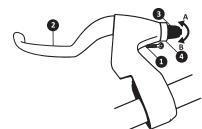
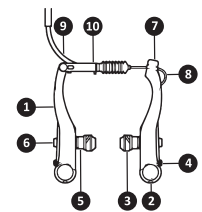

Рис. 13.1: Тормозная ручка тормозов V-типа и ее регулировки
Рис. 13.2: Тормоза V-типа и их регулировки
Тормозная ручка (рис. 13.1, поз. 2) механических тормозов (ободных или дисковых) имеет две регулировки — винт изменения расстояния до рычага тормозной ручки и механизм регулировки натяжения тросика. Расстояние до рычага тормозной ручки изменяется вращением винта (рис. 13.1, поз. 1). Установите положение рычага так, чтобы вы без проблем доставали до него пальцами, но при этом так, чтобы при нажатии на рычаг он не упирался в грипсу руля. Винт (рис. 13.1, поз. 3) и контргайка (рис. 13.1, поз. 4) регулировки натяжения тросика используются только для эксплуатационной подстройки натяжения троса тормоза. Каждый раз, когда вы регулируете натяжение, не забывайте зафиксировать винт с помощью контргайки.
Тормозной механизм V-типа представляет собой два подвижных рычага (рис. 13.2, поз. 1), каждый из которых вращается на шарнире (рис. 13.2, поз. 2). К рычагам присоединены тормозные колодки (рис. 13.2, поз. 3), которые своей frictionной частью контактируют с колесным ободом при натяжении тросика, когда тормозная ручка нажата. Тормозной механизм регулируется винтами (рис. 13.2, поз. 4) натяжения возвратных пружин и положением тормозной колодки — при помощи набора сферических шайб (рис. 13.2, поз. 5). Правильно отрегулированный тормоз V-типа должен обеспечивать равномерный и одновременный прижим колодок к ободу. Расстояние между колодками и ободом при не нажатом тормозе должно составлять 1—3 мм.
Настройка углового положения колодок — необходима для того, чтобы колодки контактировали с ободом максимальной своей площадью. Ослабив натяжение винта (рис. 13.2, поз. 6), стягивающего набор сферических шайб (рис. 13.2, поз. 5), установите колодку параллельно ободу и строго напротив него. Затяните винт, удерживая колодку от проворачивания. Повторите процедуру для второй колодки тормоза.
- Открутите винт (рис. 13.2, поз. 7) зажима тросика и сдвиньте трос в нужную сторону, изменяя рабочую длину троса (от тормозной ручки до тормозного рычага). Затяните винт зажима троса.
Повторяйте последнюю операцию до тех пор, пока расстояние между колодками и ободом не примет требуемого значения. Тонкую регулировку при необходимости можно провести с помощью механизма (рис. 13.1, поз. 3, 4) регулировки натяжения тросика (см. ниже).
Эксплуатационная регулировка натяжения тросика производится по мере износа фрикционной части тормозных колодок и соответственно изменения их высоты. Открутите контргайку (рис. 13.1, поз. 4) и отрегулируйте рабочую длину тросика с помощью винта (рис. 13.1, поз. 3) так, чтобы свободный ход колодок вернулся к требуемому значению. Не забудьте закрутить контргайку.
Замена колодок — необходима для поддержания работоспособности тормоза и сохранения его эффективности. Открутите винт (рис. 13.2, поз. 6), стягивающий набор сферических шайб (рис. 13.2, поз. 5), снимите внешние шайбы со шпильки и отсоедините колодку от рычага тормоза. Будьте аккуратны — шайбы легко соскакивают со шпильки и могут быть утеряны. Установка колодки производится в обратной последовательности. В процессе замены колодок необходимо проводить операцию по настройке их углового положения (см. выше).
Замена тормозного тросика производится в случае повреждения или износа тросика. Отверните винт (рис. 13.2, поз. 7) зажима тормозного троса, выньте его из зажимной части тормозного рычага (если установлен концевой колпачок на тросике, предварительно снимите его), а затем выньте тросик из рубашки (оплетки). Поверните регулировочный винт (рис. 13.1, поз. 3) на тормозной ручке и контргайку (рис. 13.1, поз. 4) так, чтобы разрезы на их корпусах совпали с прорезью на корпусе тормозной ручки. Нажмите на рычаг тормозной ручки и выньте тросик сквозь прорезь. Затем выньте концевой цилиндр крепления тросика из соответствующего паза на рычаге тормозной ручки. Установка тросика производится в обратной последовательности.
Механизм расстегивания тормоза V-типа — предназначен для того, чтобы вы имели возможность снять колесо с велосипеда без демонтажа тормоза или тормозных колодок, которые в рабочем состоянии не дают покрышке пройти между ними. Чтобы расстегнуть тормоз, необходимо одной рукой сжать пару тормозных рычагов (рис. 13.2, поз. 1), а другой — вынуть подводящую трубку (рис. 13.2, поз. 9) тросика из подвижной металлической стремлянки (рис. 13.2, поз. 10). Застегивание производится аналогично: одной рукой сжимаем рычаги в направлении друг к другу (колодки будут касаться обода), а другой вставляем подводящую трубку в стремлянку. Правильно настроенный тормоз позволяет расстегивать и застегивать обратно тормоза без нарушения их регулировки.